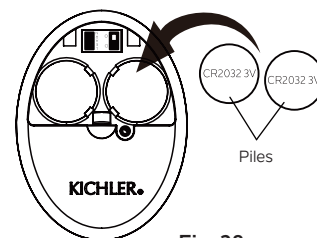

Fig. 28
Étape 3. Pour rendre le ventilateur opérationnel, installez deux piles 3V CR2032 (incluses). (Fig. 28)